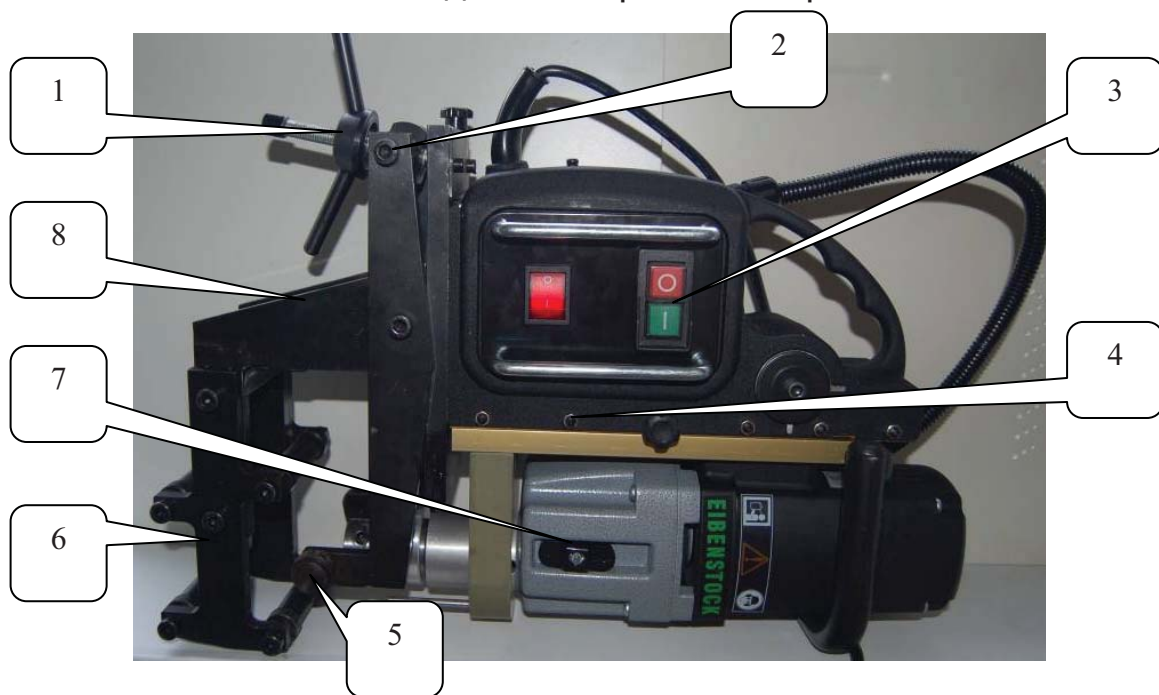

Рис.3
3. При помощи мела или маркера сделайте разметку на головке рельса. Указатель, с треугольным вырезом, смонтированный на машине (см. выноску 8 на рис. 3) поможет быстро прицелиться по разметке.
6. Упорный шаблон 6 (рис.3) предусматривает возможность установки на рельсы Р50, Р65, Р75. Для этого он имеет двухстороннюю конструкцию. С одной стороны шаблон Р50, а с другой Р65 и Р75. Установите шаблон нужной стороной к подвижному упору 5.